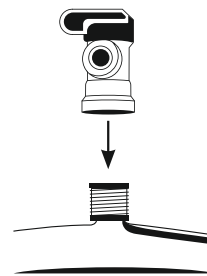

Рис. 7
2. Наверните рукой вентиль бака на подготовленное посадочное место. Не используйте при этом вспомогательный инструмент (Рис.7).